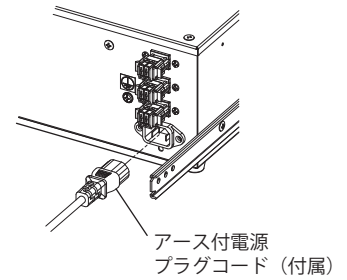

図 8
- ・付属のアース付電源プラグコードを本体に取付け、プラグ側を必ず接地極付コンセントに接続してください。(図 8)